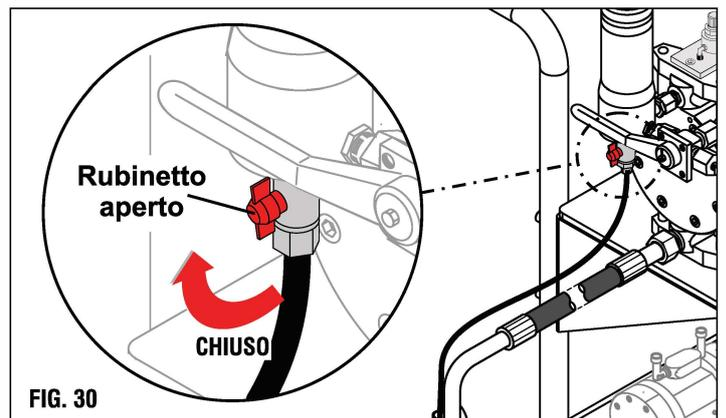

FIG. 30
- 4) Aprire i rubinetti di ricircolo situati sotto i filtri polmone per far uscire l'aria all'interno del circuito della pompa in fase di precarico del prodotto (fig.30).
6) Una volta uscita tutta l'aria, chiudere i rubinetti dei tubi di ricircolo (fig.30), in modo da consentire alla pompa di raggiungere il proprio equilibrio statico di pressione.